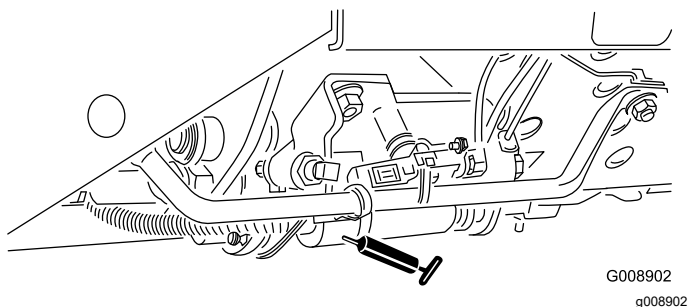

Figura 59
- Slitta di tosatura/trasporto (Figura 59)